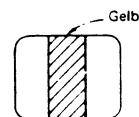

Abb. 8 Bildschirm
- (1) Basis und Emitter vom B-End Transistor Q653 auf der Bildröhrenanschluß-PCB kurzschließen, um ein gelbes Bild zu bekommen.
- (2) Die Ablenkeinheit ist in der vordersten Position. Gleichen Sie die Farbreinheitsmagnete so ab, daß der gelbe Farbbalken in der Mitte des Bildschirms ist (Abb. 8).
- (3) Verschieben Sie die Ablenkeinheit in Richtung Halsende hin, bis der Bildschirm einheitlich gelb erscheint.
- (4) Basis-Emitter-Kurzschluß von jeweils zwei Transistoren gibt Ihnen ein einheitliches rotes, grünes oder blaues Bild. Welche Transistoren Sie kurzschließen, entnehmen Sie der Tabelle 1. Kontrollieren Sie bei jeder Farbe die Farbreinheit. Nach dem Abgleich die Ablenkeinheit festschrauben.
- (5) Sämtliche Kurzschlüsse an den Transistoren entfernen.